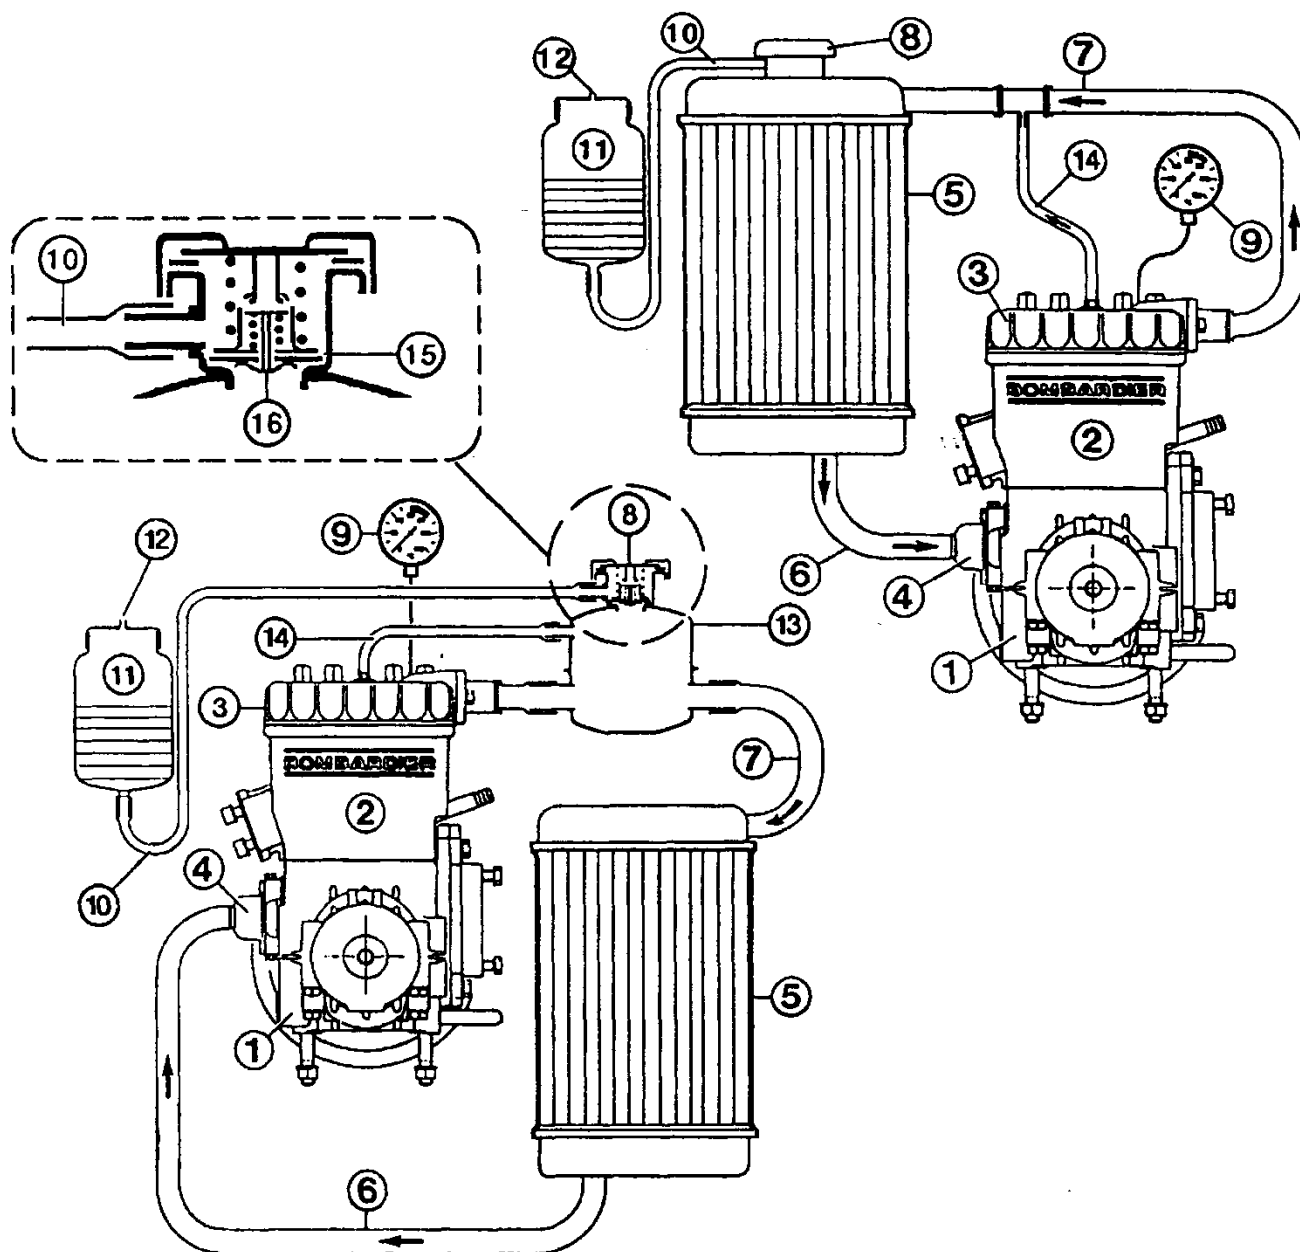
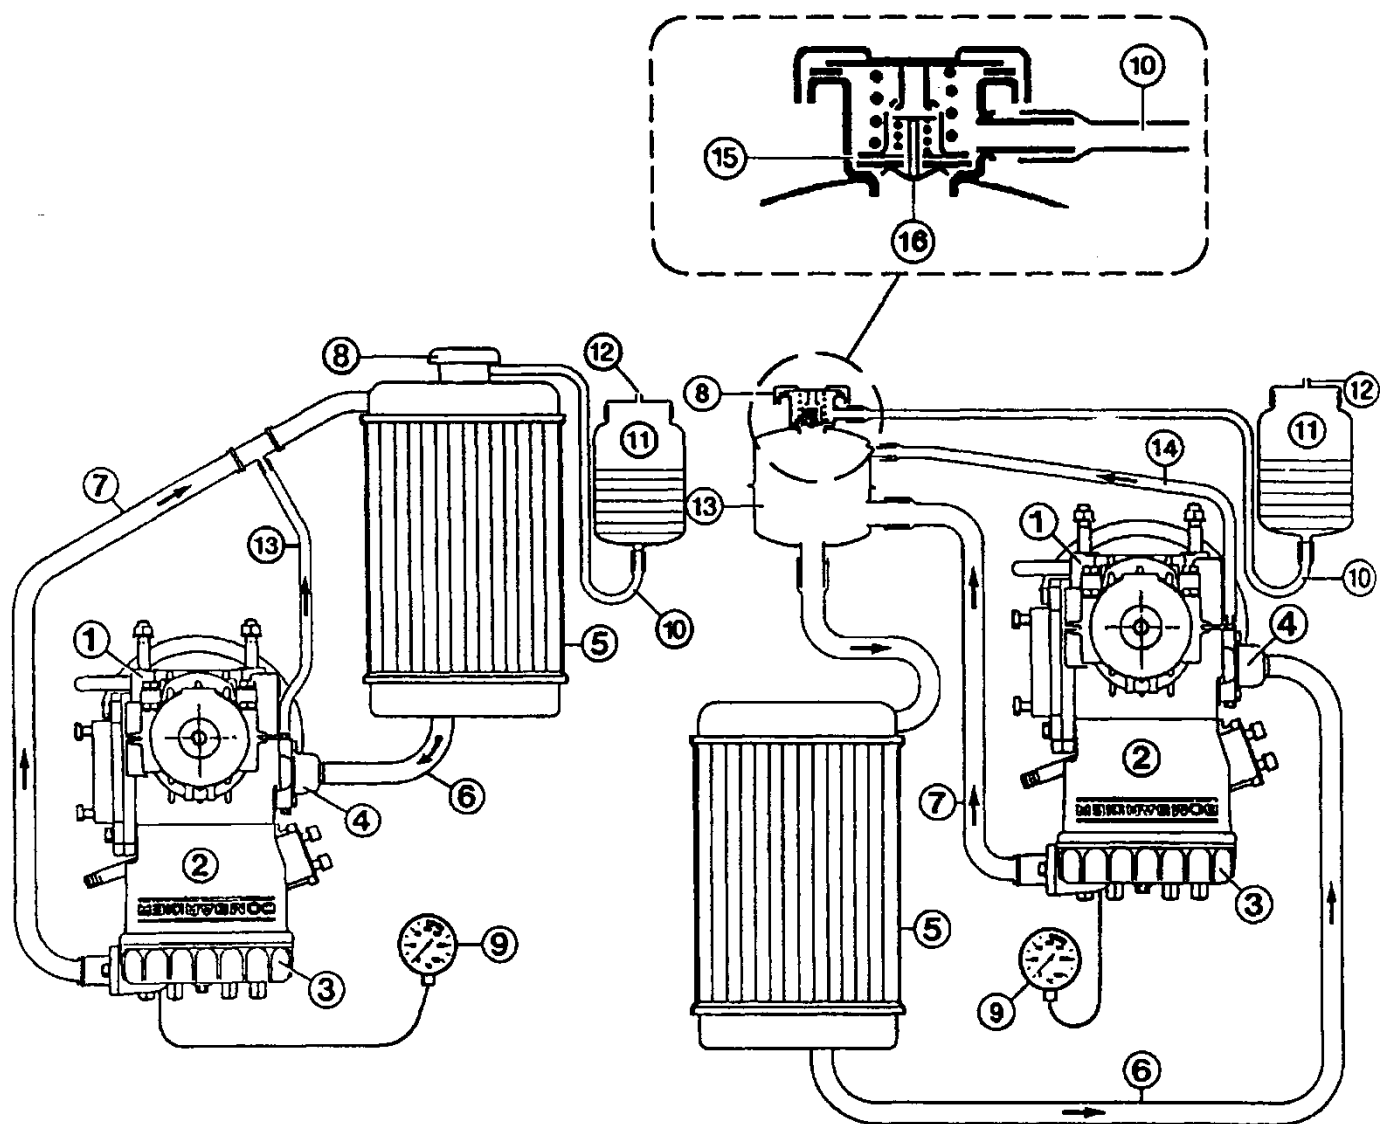

Рис. 50. Принципиальные схемы системы охлаждения при установке двигателя свечами вверх
Рис. 51. Принципиальные схемы системы охлаждения при установке двигателя свечами вниз
1. Принципиальная схема системы охлаждения должна соответствовать одной из схем, изображенных на рис. 50 или рис. 51, где цифрами обозначены: